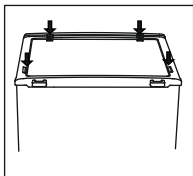

Рисунок 18
11. Положите верхнюю крышку обратно и прикрутите её (рис. 18).